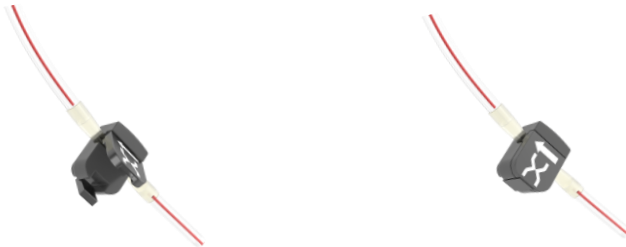

Figure 16 Raccordement du capteur de débit au kit de perfusion
- Raccordez le capteur de débit (Figure 16) aux tuyaux en silicone (Figure 16, élément 11) situés près du côté artériel de l'oxygénateur. Ouvrez le capteur de débit en appuyant sur le clip en aluminium pour libérer le couvercle. Ouvrez le couvercle et attachez le capteur autour du tube en silicone. Appuyez sur le couvercle pour fermer le capteur.
- Vérifiez qu'aucune bulle d'air ne s'est accumulée au niveau du capteur de débit. Ouvrez le clip en aluminium pour libérer le couvercle (voir Figure 16). Ouvrez le couvercle et vérifiez l'absence de bulles d'air. Éliminez les éventuelles bulles d'air en manipulant le tubage. Appuyez sur le couvercle pour fermer le capteur.